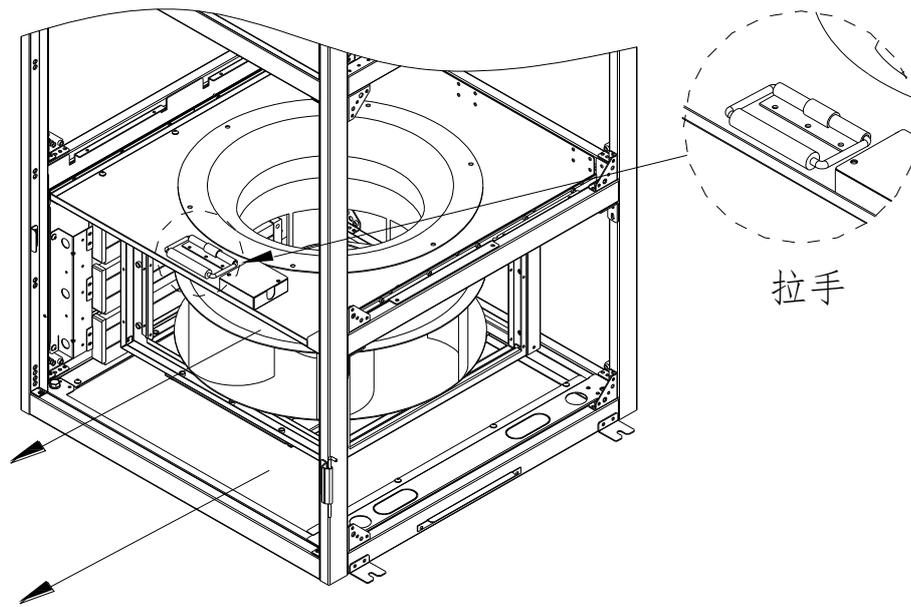

图 3-6 第 1 步示意图
**第 1 步：**拆除风机固定螺钉后，握住拉手，将风机水平拉出（如图 3-6 所示）